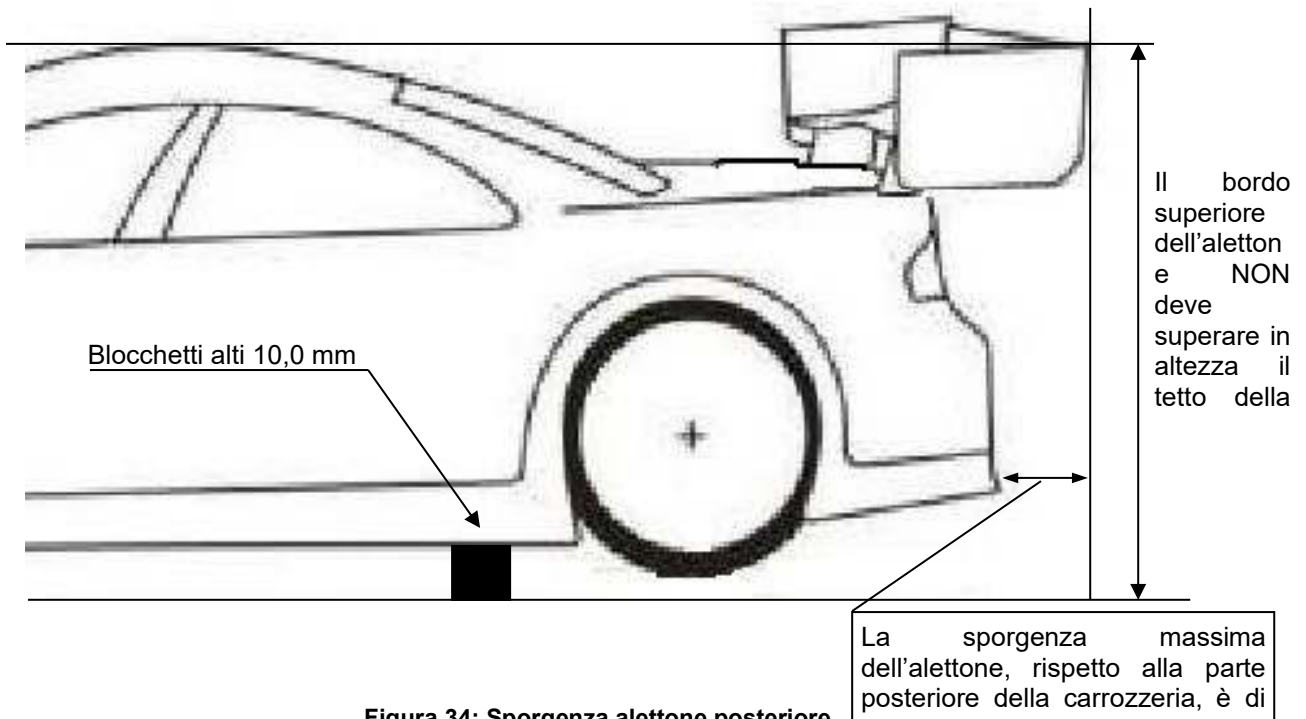

Figura 34: Sporgenza alettone posteriore
- L'ala e lo spoiler non possono sporgere oltre l'altezza e la larghezza della carrozzeria (bandelle laterali comprese). Vedi Figura 34 di pagina 67;
- La massima sporgenza dello spoiler posteriore è di 10 mm rispetto al limite posteriore della macchina. Vedi Figura 34 di pagina 67;